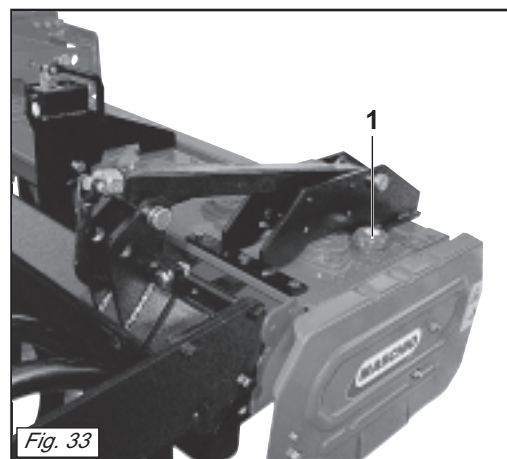
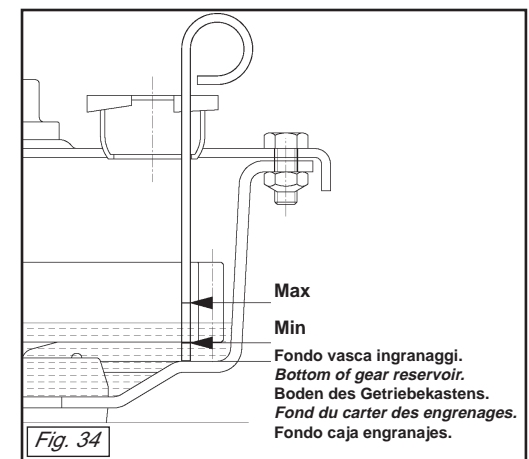

Fig. 33
Fig. 34
- Verificare il livello dell'olio nella vasca ingranaggi. Tale verifica si effettua nel seguente modo: svitare il tappo di carico (1 Fig. 33), usando l'apposita astina in dotazione controllare che l'olio risulti compreso tra le due tacche (Fig. 34). Eventualmente aggiungerne.
- Effettuare il cambio completo dell'olio della vasca ingranaggi scaricandolo dal tappo (6 Fig. 35) ed introducendolo dal tappo di carico/livello (1 Fig. 33).
- Check the level of the oil in the gear reservoir. This inspection is carried out in the following way: unscrew the fill plug (1 Fig. 33). Using the supplied rod, check that the oil level reaches between the two notches (Fig. 34). Top up if necessary.
- Completely change the oil in the gear reservoir by draining the old oil through the plug (6 Fig. 35) and pouring fresh oil through the fill/level plug (1 Fig. 33).
- Den Ölstand im Zahnradkasten prüfen. Für diese Kontrolle den Einfüllstopfen (1 Abb. 33) abschrauben, den Ölmeßstab verwenden. Der Ölstand stimmt, wenn das Öl zwischen den beiden Markierungen steht (Abb. 34). Ggf. Öl nachfüllen.
- Den Ölwechsel im Zahnradkasten ausführen. Das Öl bei Stopfen (6 Abb. 35) ablassen und bei Einfüll-/Stand-schraube (1 Abb. 33) einfüllen.
- Contrôlez le niveau de l'huile dans le carter de transmission de la manière suivante: dévissez le bouchon de remplissage (1 Fig. 33) et contrôlez à l'aide de la jauge; le niveau de l'huile doit arriver entre les deux crans (Abb. 34). Si nécessaire rajoutez de l'huile.
- Vidangez entièrement l'huile du carter de transmission par le bouchon de vidange (6 Fig. 35); mettez l'huile neuve par le bouchon de remplissage/jauge (1 Fig. 33).
- Controlar el nivel del aceite en el contenedor engranajes. Efectuar dicho control del siguiente modo: desenroscar el tapón de carga (1 Fig. 33), usando la relativa varilla de serie, controlar que el aceite se encuentre entre las dos muescas (Fig. 34). Eventualmente rellenar.
- Efectuar el cambio completo del aceite del contenedor engranajes descargándolo a través del tapón (6 Fig. 35) e introduciéndolo a través del tapón de carga/nivel (1 Fig. 33).